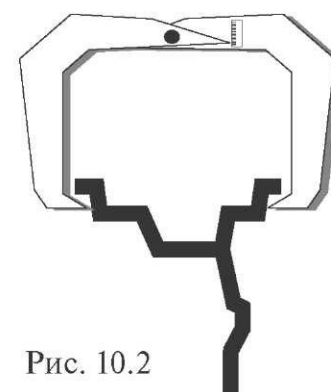

Рис. 10.2
10.3.Ширина обода обычно отмечена на его маркировке. При отсутствии маркировки или невозможности её прочтения ширину следует измерить специальным инструментом - кронциркулем (см. рис. 10.2).